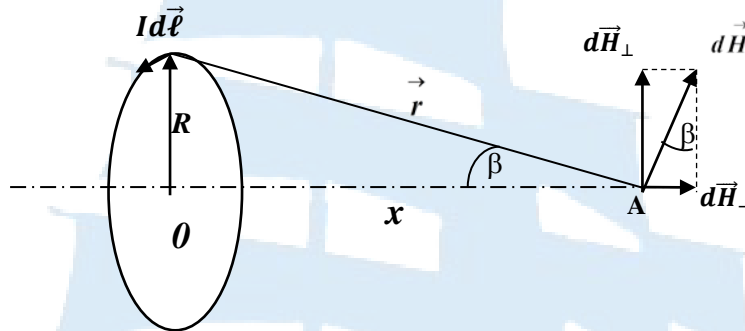

Рис. 1
Применим формулу (5) для вычисления напряженности магнитного поля  $\vec{H}$  на оси кругового тока на расстоянии  $x$  от центра контура (рис. 1). Разобьём контур на элементы  $dl$ .
Из рис. 1 видно, что:
Подставим в (7) формулу (5) и учтём, что векторы  $d\vec{l}$  и  $\vec{r}$  взаимно перпендикулярны, т. е.  $\sin \alpha = 1$ . Из рис. 1 видно, что  $\sin \beta = \frac{R}{r}$ , в результате получим: